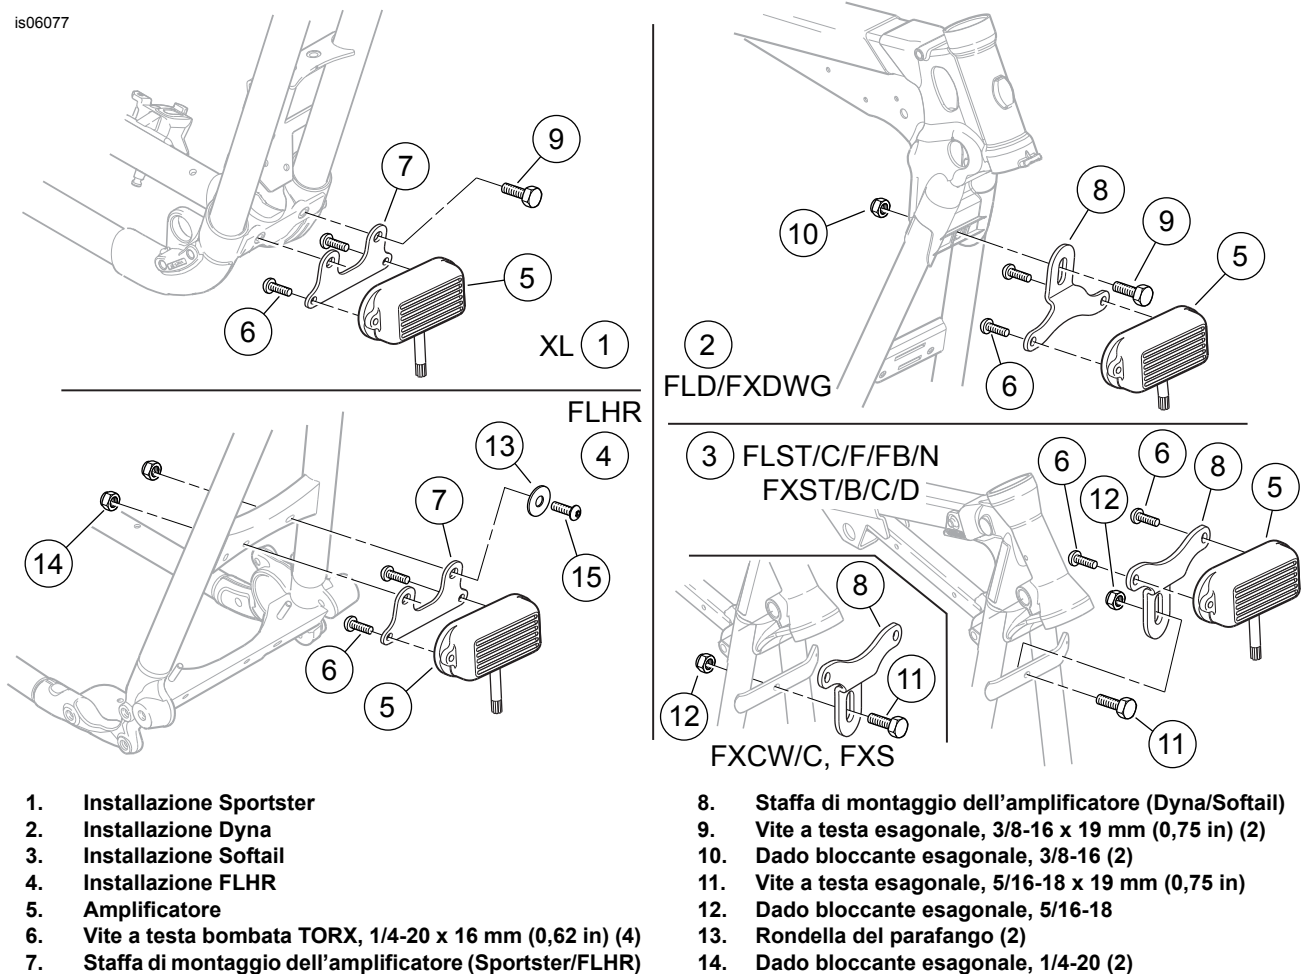

Figura 1. Installazione dell'amplificatore e della staffa
2. Vedere Figura 1. Installare l'amplificatore (5, parte del cablaggio) sulla staffa con le viti (6), e serrare a una coppia di 7,4 N·m (65 in-lbs).
- **Per i modelli Sportster:** Scegliere nel kit due viti a testa esagonale da 3/8-16 (9).
- **Per i modelli Dyna:** Scegliere nel kit una vite a testa esagonale da 3/8-16 (9) e un dado bloccante esagonale (10).
- **Per i modelli Softail:** Scegliere nel kit la vite da 5/16-18 (11) e un dado bloccante esagonale (12).
- **Per il modello Touring:** Scegliere nel kit due viti TORX 1/4-20 x 16 mm (0.62 in) di lunghezza (6), due rondelle del parafango (13) e due dadi bloccanti esagonali (14).
4. Vedere Figura 1. Installare l'amplificatore e la staffa sulla traversa del telaio tra i tubi discendenti anteriori come mostrato.